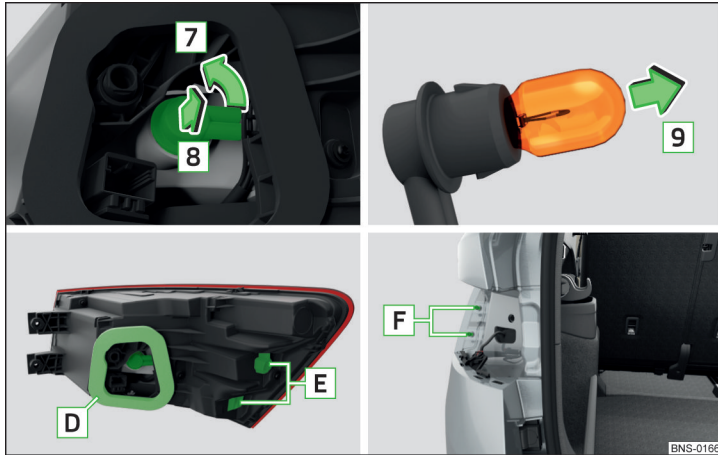

Abb. 383 Glühlampe wechseln / Leuchte einbauen
- Die Leuchte mit den Öffnungen **E** auf die Bolzen **F** » Abb. 383 auf Seite 334 in der Karosserie stecken und die Leuchte vorsichtig eindrücken » **!**.
- Darauf achten, dass bei erneutem Einbau der Leuchte der Leitungsstrang zwischen der Karosserie und der Leuchte nicht eingeklemmt und die Dichtung **D** » **Abb. 383** auf Seite 334 richtig eingesetzt wird - anderenfalls besteht die Gefahr von Wassereintritt und von Beschädigung der Elektroinstallation.
› **Abb. 383.**